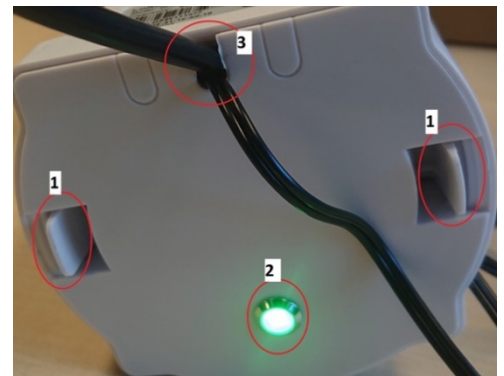

Abbildung 1: Unterseite des Gateways G868o-4G
Der Deckel an der **Unterseite des Gateways (Abb.1)** lässt sich durch das Zusammendrücken der beiden **Plastiklaschen (1)** entfernen, um Zugang zu den Antennen-, Strom- und Ethernet-Anschlüssen zu erhalten.